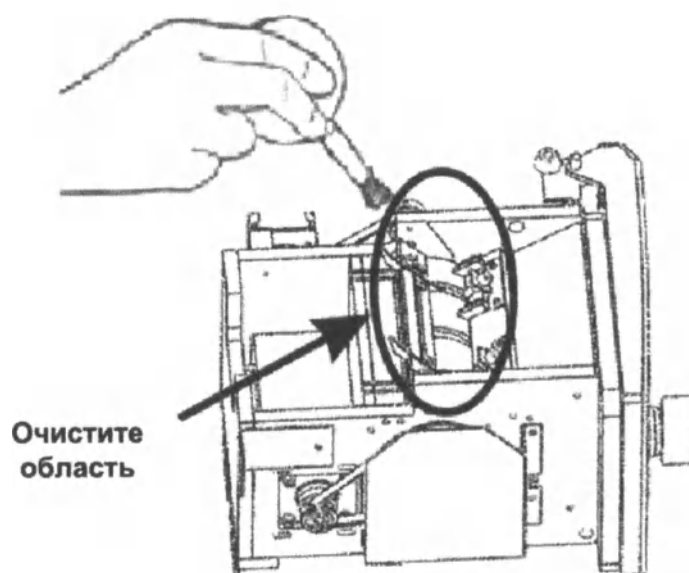

Рисунок 5-13
- 12) Очистите участки с помощью спринцовки (Рисунок 5-13).